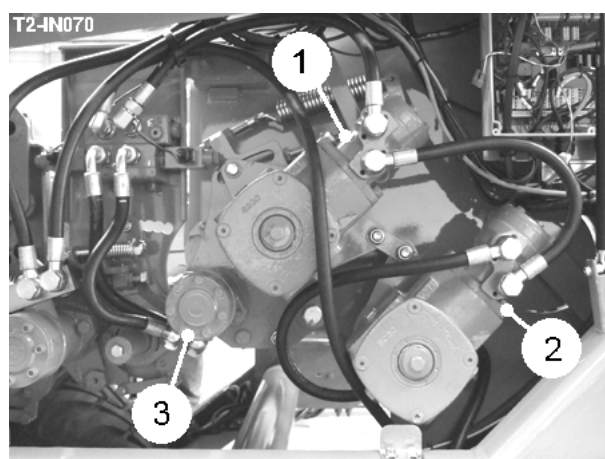
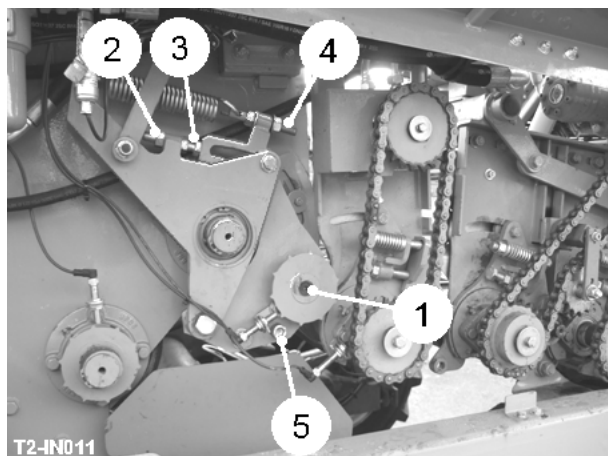

Fig 10
Fig 13
Le 1630mm tissu largement tamisant est disponible en 28mm, 32mm, 36mm, 40mm, 45mm et 50mm tons adapter à la récolte et l'existence des conditions du sol a moissonné. La promenade du tissu tamisant utilise le 'Standen Châle Promenade' la configuration allée avec un assister courant inverse conduit sur le côté du retour. Cela donne une promenade pratiquement fiche-libre sous la plupart des conditions et élimine des dents de la promenade du tissu qui tiennent compte des changements du ton du tissu faciles. Le tissu est conduit par deux arbre est monté des boîtes de transmission du moteur. Le moteur hydraulique (item 1, fig 10) conduit le principal arbre de la promenade. Le moteur (item 2, fig 10) conduit les assister conduisent l'arbre.
Le rouleau de l'haulm (item 1, fig 13) s'a conçu pincer l'haulm et ordures et le laisser tomber sur la terre sous la machine. Le rouleau de l'haulm est conduit par le moteur hydraulique (item 3, fig 10). La vitesse du rouleau est contrôlée du service écran terminal. Etc. c'est avantageux de renverser la direction de rotation du rouleau de l'haulm pour quelques types de récolte tels qu'oignons. Pour renverser le rouleau de l'haulm, simplement pressez en phase terminale le bouton  sur le service.
Pour augmenter / diminuer l'intervalle entre le rouleau de l'haulm et tissu de l'excavateur, diffusez le locknut (item 2, fig 13) et tournez le setscrew (item 3, fig 13). L'intervalle doit être mis également sur les deux côtés. **Ne fermez pas l'intervalle trop ou le menuisier du tissu peuvent commettre une faute contre le rouleau de l'haulm qui cause le dégât aux deux.**
Pour augmenter / diminuer la tension de la source du rouleau de l'haulm, ajustez le cadre de tensionner du printemps (item 4, fig 13). Ajustez les deux côtés également et vérifiez le cadre en mesurant la longueur de fil exposé sur le tensioners du printemps.
Le rouleau de l'haulm est équipé avec un racloir (item 5, fig 13). Mettez le racloir comme près du rouleau comme possible sans le commettre une faute contre réellement.